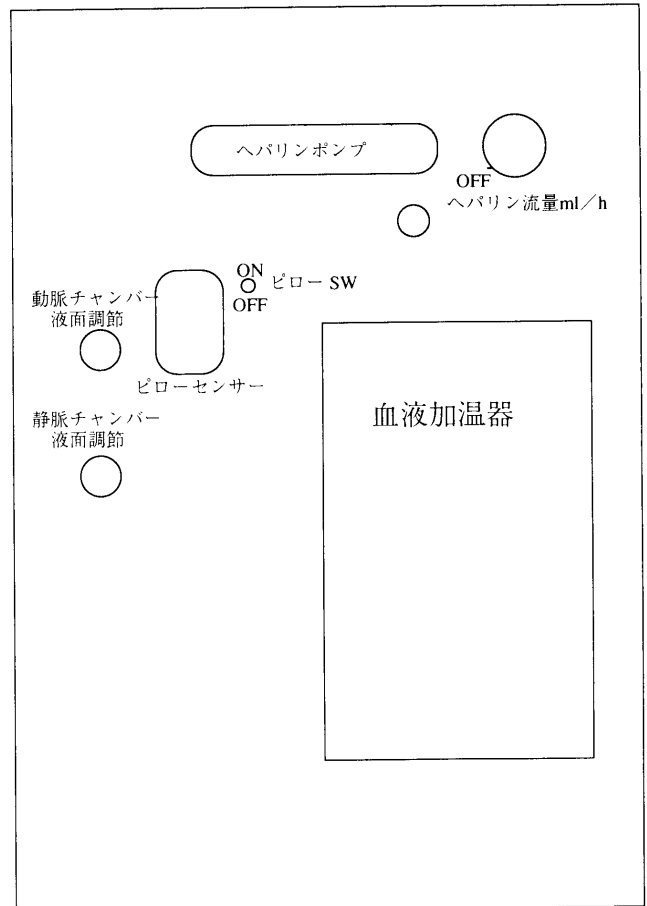

図3 KM-8500 右側面図
④脱血不良 (PILLOW SENSOR) : 装置右側面にある PILLOW SENSOR 部 (図 3) に血液回路のピローをセットし、スイッチを入れることにより内臓のマイクロスイッチが 4 秒以上作動しないときに警報音を発し PILLOW のランプのみが点灯する。異常発生時に血液ポンプの停止などの制御はされないので敏速な処置が必要である。
①FILTRATE PRESS (血漿分離圧)
②2nd FILTER PRESS (2次膜圧)
③TRANS M. PRESS (T. M. P.)
④DECREASE UNABLE (血漿流量低下不能) : 血漿関係の異常発生時は制御は全て同様であり、各々の警報ランプと STOP ランプが点灯し血漿分離ポンプと血漿廃棄ポンプが停止する (表 1 に警報ランプとその機能を記したインターロック・チャートを提示する)。